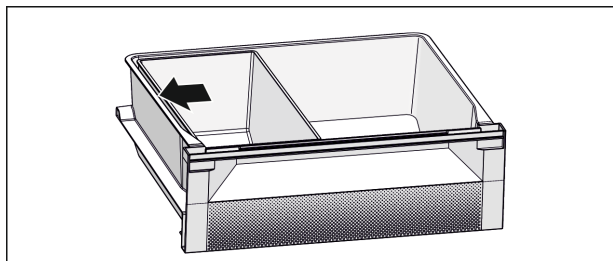

Fig. 7
- Az optimális hűtési funkcióhoz: A Fish & Seafood-tálcát az ábra szerint helyezze el (lásd Fig. 7) .